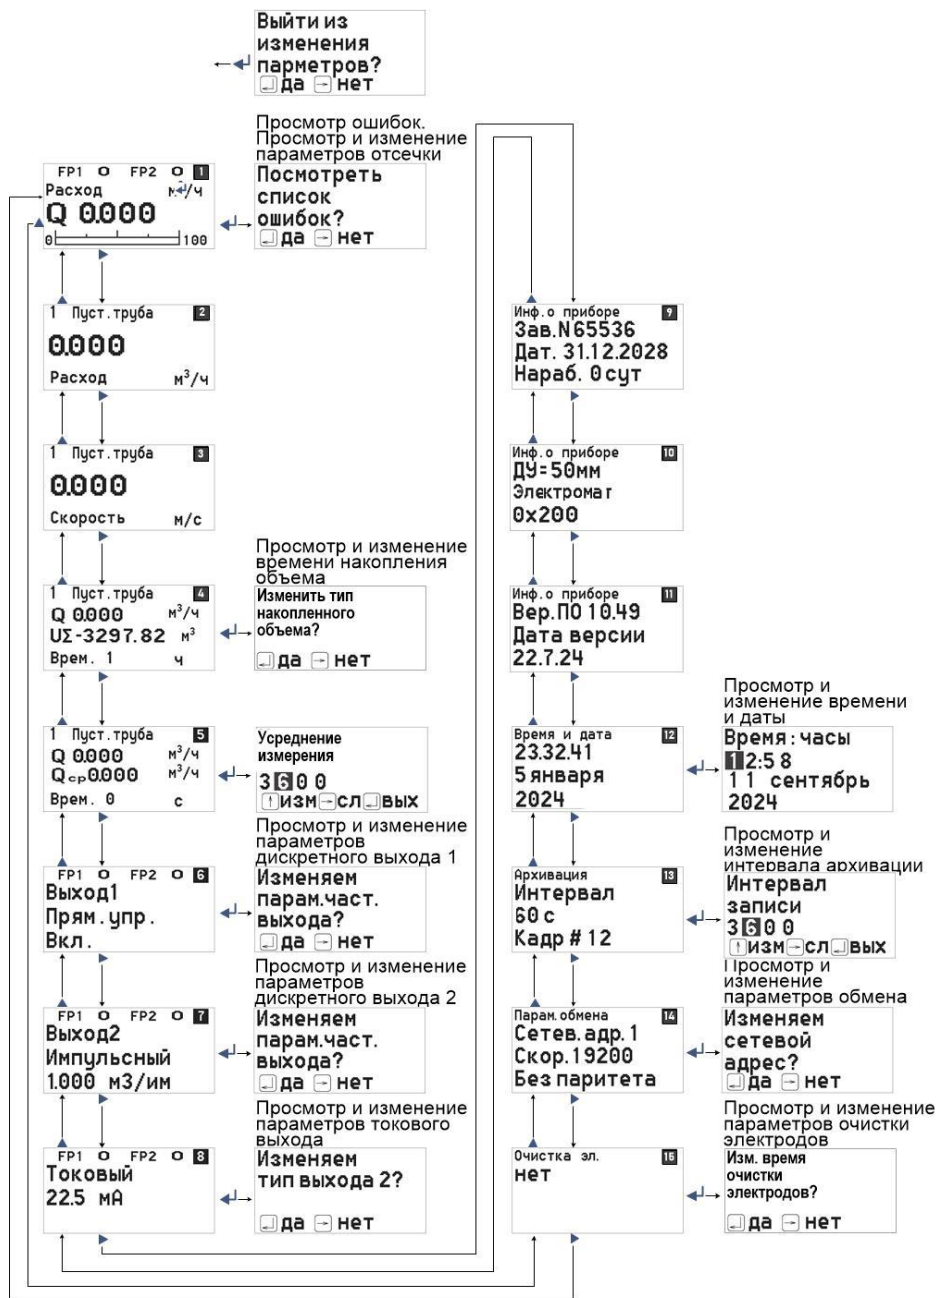

Рисунок 2.32 – Меню ЭЛЕМЕР-РЭМ-2 с ВПР-03-MB
2.8.2.1 При выборе экрана № 1, 4, 5, 6, 7, 8, 12, 13, 14, 15 возможен вход в меню для просмотра и изменения параметров конфигурации (рисунок 2.32). Для входа в меню: